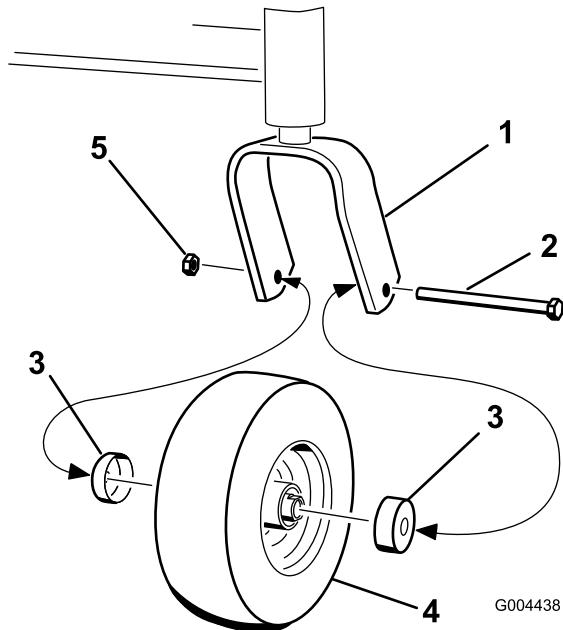

Figura 26
- Retire la tuerca y el perno que sujetan la rueda giratoria a la horquilla delantera (Figura 26).
- Retire el retén del cubo de la rueda (Figura 26).
17. Instale los retenes sobre los cubos de la rueda e introduzca la rueda en la horquilla (Figura 26).
18. Instale el perno de la rueda y apriete la tuerca (Figura 26).